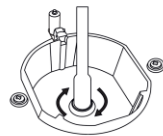

Figura 3
4. Extraiga los inyectores girando la llave en el sentido contrario a las agujas del reloj, Para insertar los inyectores hágalo con mucha precaución para no dañar las roscas y no los apriete con demasiada fuerza ya que los podría partir (Figura 3).